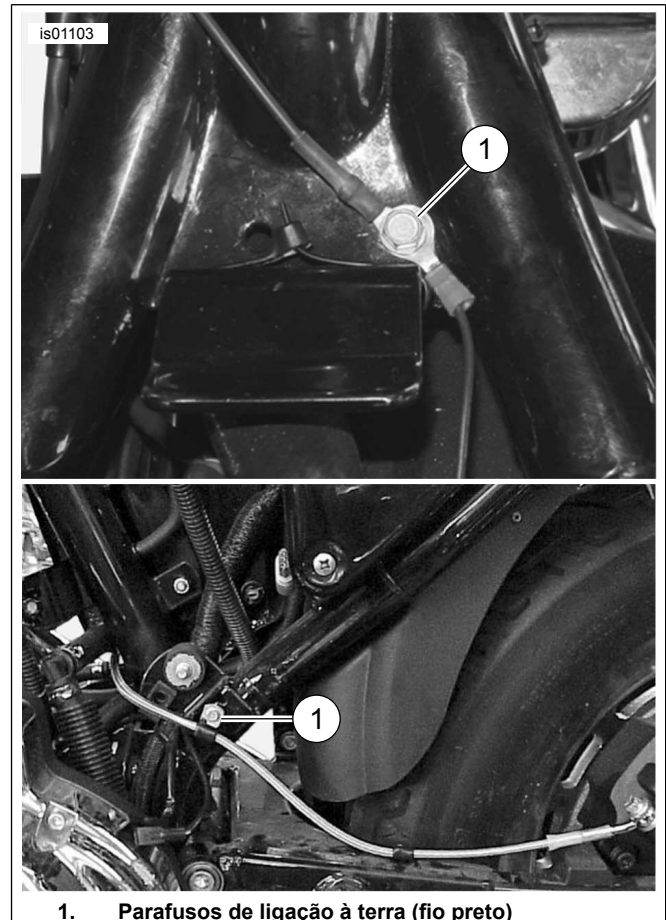

Figura 4. Ligações à Terra (Modelos Sportster)
3. Ver Figura 4 . Retire o parafuso de ligação à terra (1) localizado: